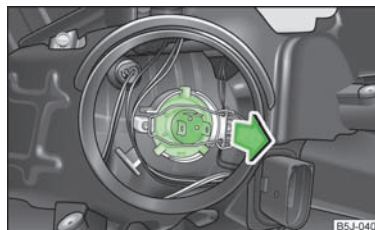

Fig. 147
- Retire o conector na lâmpada incandescente, desbloqueie o grampo de segurança e retire a lâmpada incandescente » Fig. 147.